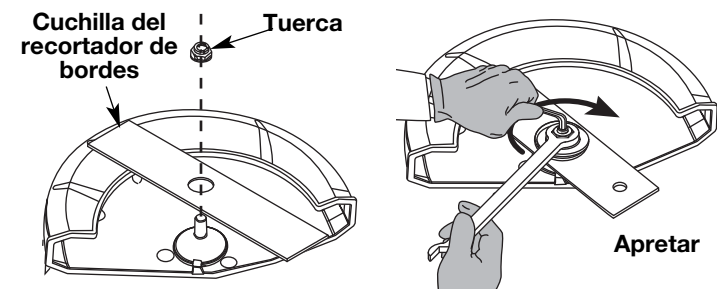

Fig. 20
4. Instale la cuchilla nueva y la tuerca (Fig. 20).